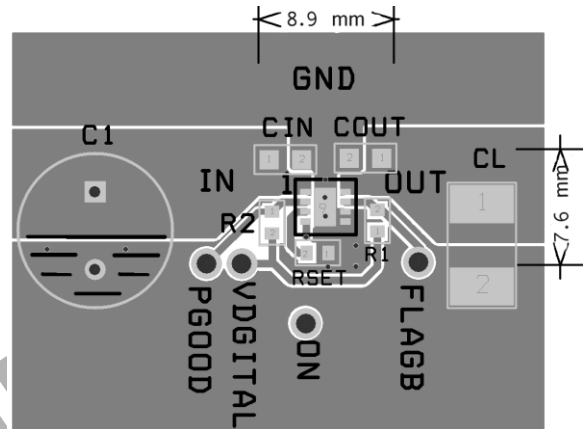
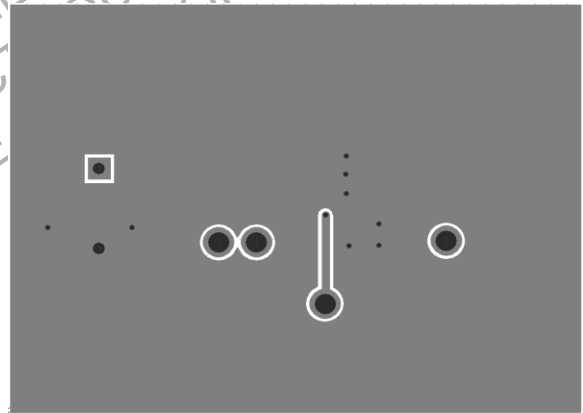

图 39. 输出和接地铜片正确布局 (顶视图, SST, 以及1AST层)
图 40. 正确布局 (底面图和 ASB 层)
若要实现最佳效果，所有的线路应尽量短。若要实现最高效率，输入和输出电容应尽可能靠近器件放置，从而尽量降低正常和短路工作时的寄生电感。图 39 IN, OUT 和 GND 引脚使用较宽敷线，有助于降低寄生电感，以及壳至环境的热阻。
3. IN、OUT 和 GND 引脚可耗散在高负载电流条件期间产生的大部分热量。强烈推荐采用图 39 和图 40 中的建议布局，它说明了器件在 MLP 3x3 封装中的正确布局。将 IN, OUT 和 GND 引脚连接至铜片，从而尽量将器件的热量传输出来。低功率 FLAGB 和 ON 引脚敷线应远离器件，尽量增大接地垫的面积。尽可能靠近器件放置输入和输出电容。